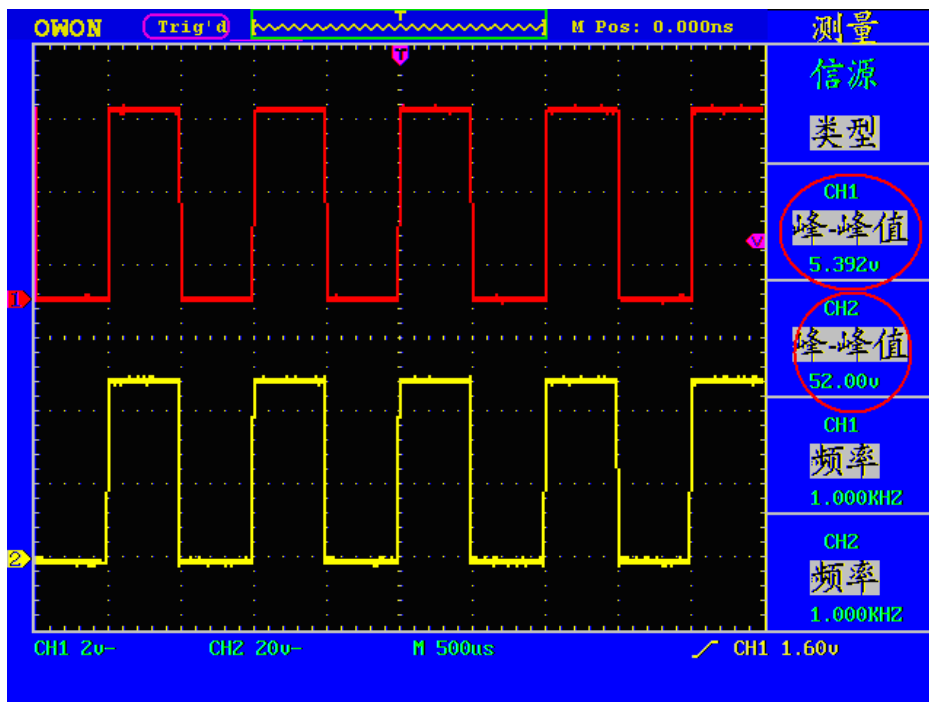

图6-2： 增益测量波形
- 10、从显示菜单中读出通道1和通道2的峰-峰值。见图 6-2。